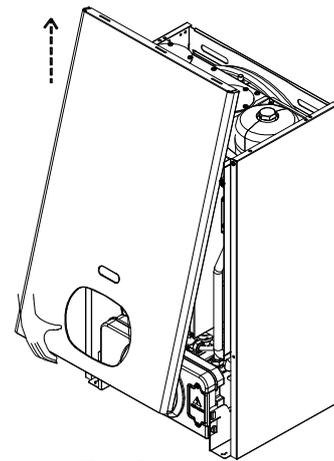

Fig. 2
- Saisir le panneau par le bas et tirer vers soi, l'extraire avec un mouvement vers le haut (Fig.2)